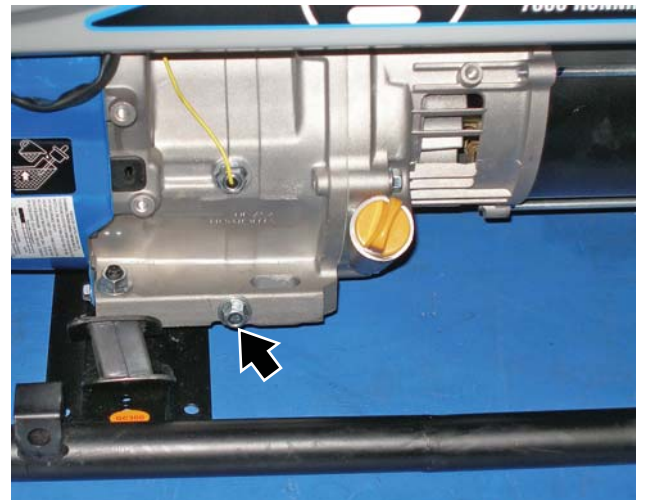

Figura 29 – Tapón de drenaje del aceite
5. Retire el tapón de drenaje del aceite (vea la Figura 29). Después de hacerlo, coloque el tapón de drenaje del aceite sobre una superficie limpia.